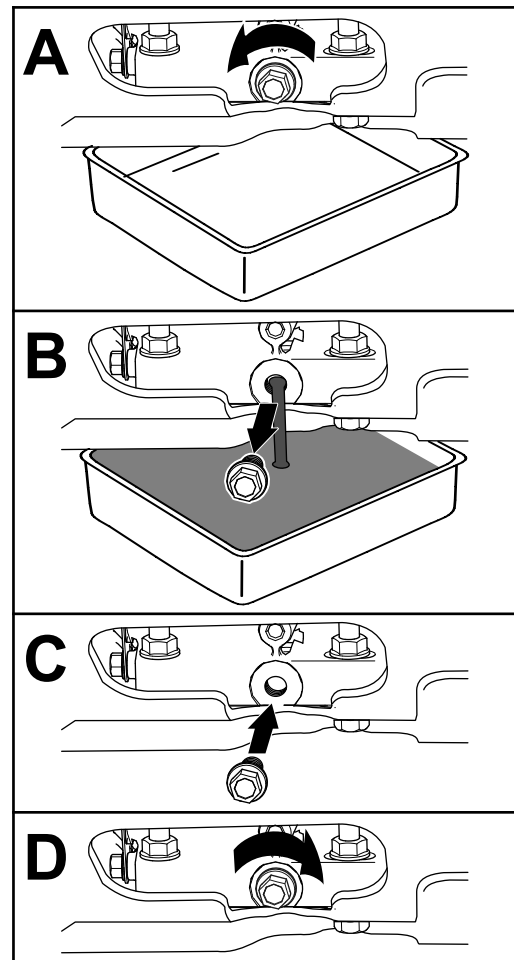

Figure 36
3. Vidangez l'huile moteur, comme montré à la Figure 36.